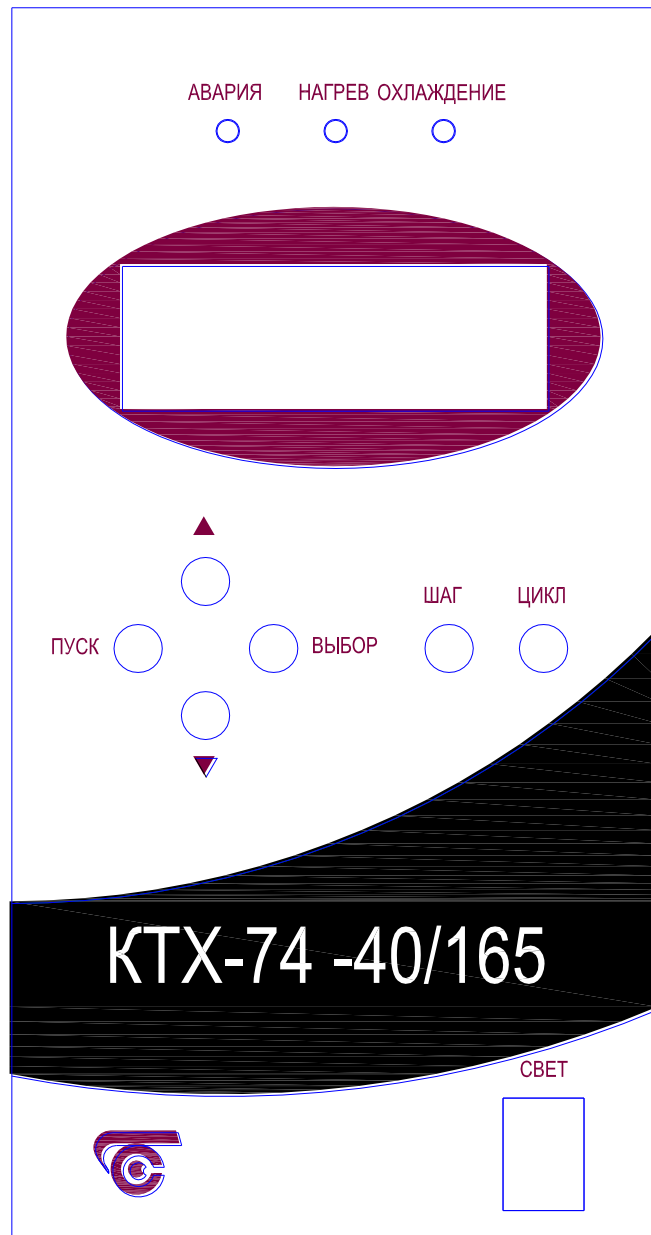

Рисунок 2 – Лицевая панель блока управления
На лицевой панели блока управления (рисунок 2) расположены:
8.1 Включить автоматический выключатель «Сеть», при этом включится вентилятор камеры и жидкокристаллический дисплей (ЖК) блока управления (рисунок 2).